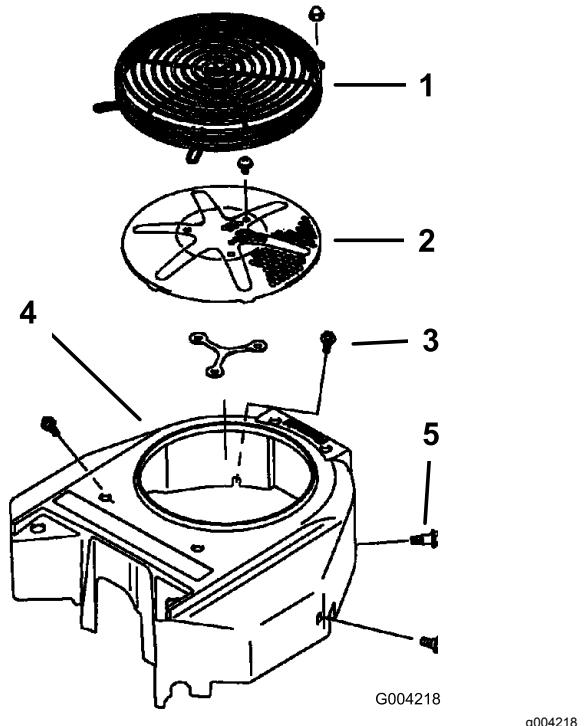

Figure 74
3. Déposez la grille d'entrée d'air, le lanceur et le carter du ventilateur (Figure 74).
5. Remettez la grille d'entrée d'air, le lanceur et le carter du ventilateur (Figure 74).